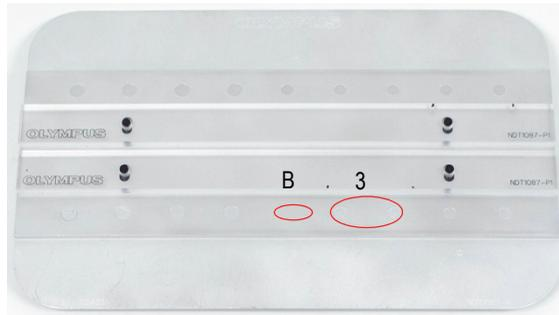

Figura 5-127 Posizione 3 nel campione
21. Posizionare la sonda in posizione 3 (vedere Figura 5-127 a pagina 229) ed in seguito premere il tasto A-LIFT NULL ()^{A-LIFT}.